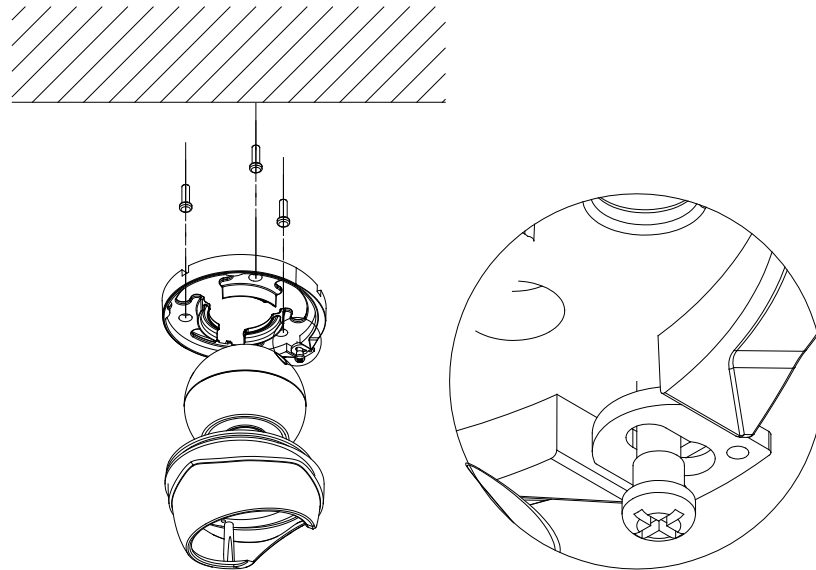

Рис. 3.4.1.1. Монтаж видеокамеры LTV CTB-910
4. Установите монтажное основание на поверхность и надежно зафиксируйте саморезами, как показано на рис.3.4.1.1.